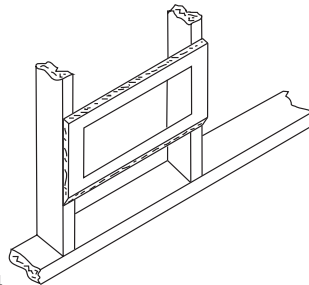

Figura 4
1. Localice los postes de pared para asegurarse que toda la sección de pared que se va a recortar esté entre los postes. Al menos uno de los lados del agujero recortado deberá estar al ras o parejo con el lado del poste. La parte inferior del agujero recortado deberá estar a no menos de 10 cm (4 pulg.) por encima del piso acabado. Recorte una sección de pared con una anchura de 368 mm y una altura de 171 mm (14 1/2 pulg. x 6 3/4 pulg.) (consulte la Figura 4).